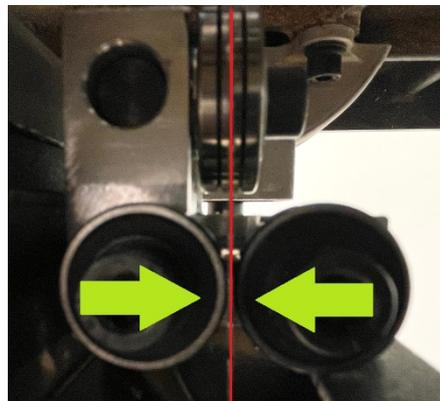

Figure 39
- Régler les roulements latéraux à 0.5 mm de chaque côté de la lame. (Fig 39)